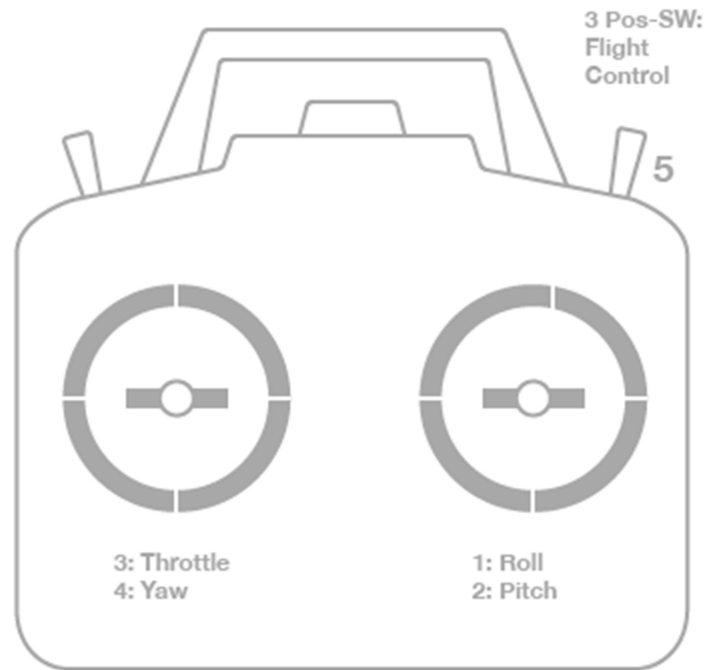

Figura 34: correspondencia de canales con los sticks en modo 2
- En Modo 2 (Figura 34: correspondencia de canales con los sticks en modo 2), el *stick* izquierdo controla el acelerador (adelante y atrás) y la guiñada (izquierda y derecha), mientras que el derecho controla el cabeceo (adelante y atrás) y el alabeo (izquierda y derecha).